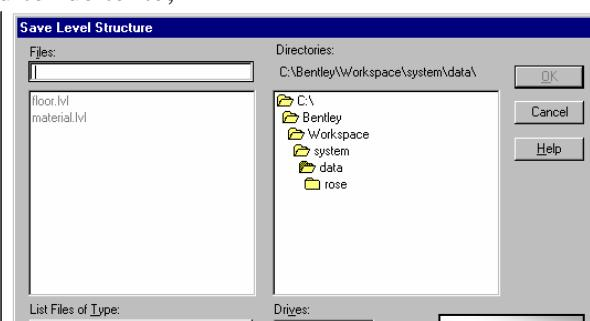

Fig 2.58
- = **Save** – permite salvarea straturii de straturi de desenare și grupuri definite în desenul curent, într-un fișier extern, cu extensia “**.lvl**”, prin activarea ferestrei **Save Level Structure**, fig. 2.58; fig. 2.60 prezintă conținutul fișierului salvat pentru exemplul analizat, vizibil cu orice editor de texte;